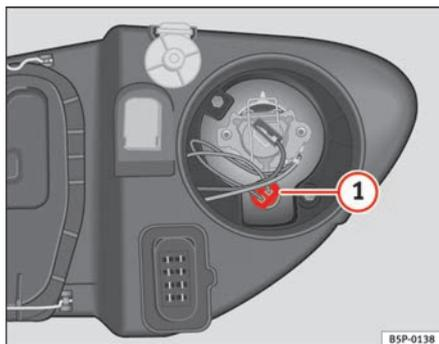

Fig. 169 Feu de croisement
- Retirez le porte-lampes ⇒ fig. 169 **1** vers l'extérieur.